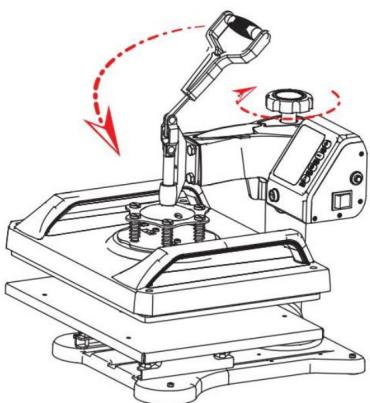

Fig 8
8. Tournez le volant et essayez d'appuyer sur la poignée plusieurs fois jusqu'à ce qu'elle soit réglée à la pression appropriée (comme indiqué sur la figure 8).